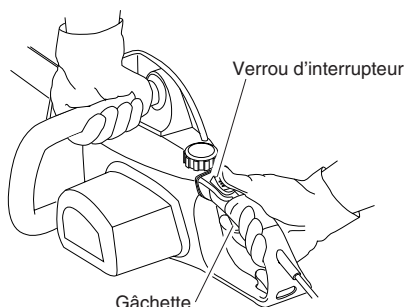

Figure 10 - Emplacement du bouton de verrouillage et de la gâchette
3. Se servir des deux mains pour tenir la tronçonneuse. Toujours utiliser la main gauche pour saisir la poignée avant et la main droite pour saisir la poignée arrière. Tenir fermement. Les pouces et les doigts doivent entourer les poignées. (Voir la figure 10, page 50.)
5. Lorsqu'on est prêt à faire une coupe, pousser complètement vers l'avant avec le pouce droit le bouton de verrouillage et appuyer sur la gâchette (voir la figure 10, page 50). Ceci met la tronçonneuse en marche. Elle s'arrête quand on lâche la gâchette. S'assurer que la chaîne tourne à la vitesse maximum avant d'entamer l'entaille.